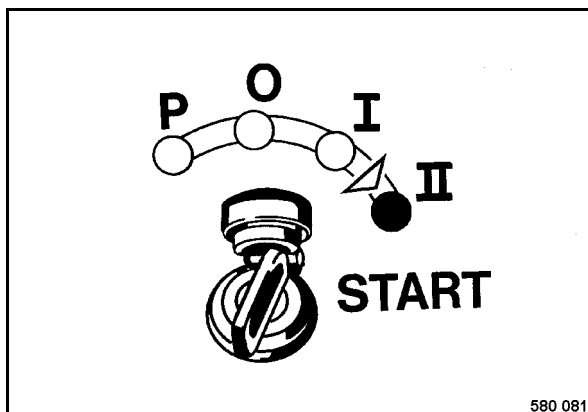

Fig. 72
- Girar la llave de encendido (Fig. 72) a posición „II“, arranque del motor.